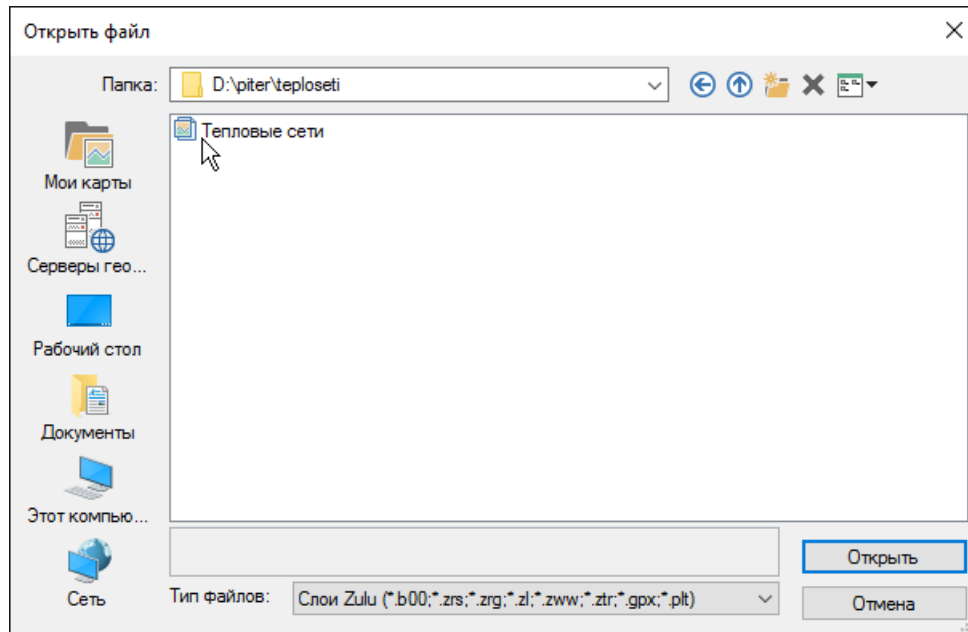

Рисунок 3.11. Диалог выбора слоя
2. Зайти в нужную директорию и выделить слой тепловой сети (смотрите Рисунок 3.11, «Диалог выбора слоя»)